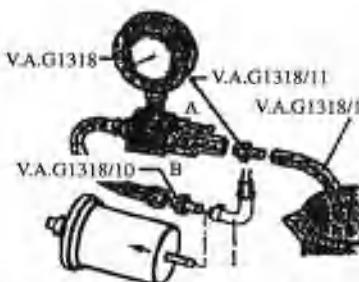

图 2.27 从滤清器上断开软管
- ① 拆下加油口盖，打开发动机舱盖，松开管接头，并用抹布将溢出的燃油吸去。如图
② 打开压力测试仪的截止阀 (手柄指向 A, 即燃油流动方向), 操纵遥控器, 慢慢关闭压力测试仪的截止阀 (手柄指向 B, 即与燃油流动方向垂直), 直至压力显示为 400kPa, 这时不再移动截止阀, 倒空测试量杯。
③ 用测试辅助导线 V.A.G1594 将万用表连接到蓄电池上, 操纵遥控器 30s, 检查蓄电池电压与输油量的变化是否符合有关规定。若未达到最小输油量, 应检查燃油管是否有扭曲或堵塞现象。
④ 如图 2.27 所示, 从滤清器上断开软管, 用适配器 V.A.G1318/10 将压力测试仪 V.A.G1318 接到软管上, 检测输油量。